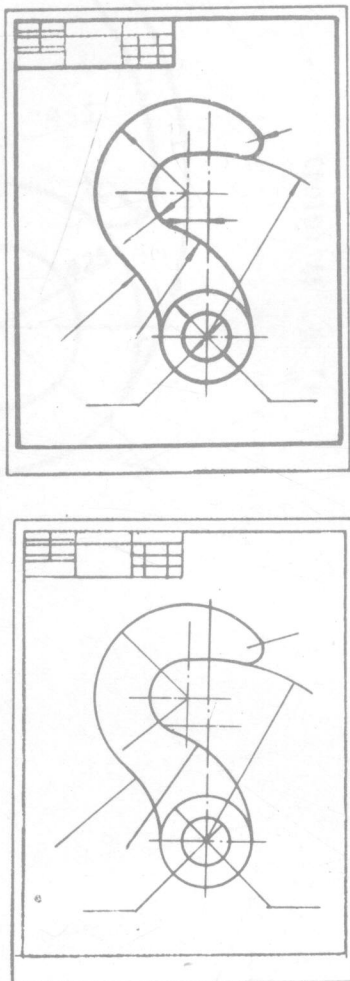

图1-4
5. 擦去多余的作图线，再画出尺寸线、尺寸界线和剖面线，如图1-4。